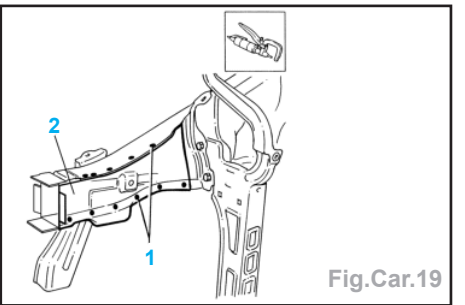

Fig.Car.19
- Nettoyer les parties (2) pour faire ressortir les points de soudure.
- Faire sauter les points de soudure (1) avec une fraiseuse (Fig.Car.19).